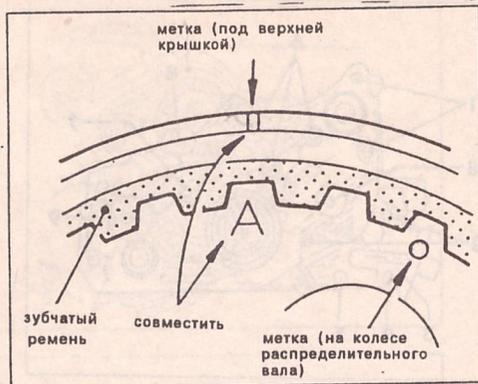

Рис. 99.
- Вставить отвертку в месте, показанном на рис. 99, и слегка отжать натяжитель ремня в показанном на рисунке направлении и опять отпустить. Таким образом автоматически с помощью пружины регулируется натяжение ремня в том случае если натяжитель где-либо заедает.
- Сначала затянуть верхнюю гайку (1) на рис. 99, а затем болт. Указанная последовательность важна, т. к. в противном случае можно повлиять на натяжение ремня.
- Снять обе крышки смотровых отверстий, вставив отвертку в паз, как показано на рис. 99.
- Вставить отвертку в месте, показанном на рис. 99, в крышку привода механизма газораспределения и слегка надавить натяжитель ремня в направлении, показанном на рисунке и опять отпустить. Таким образом автоматически с помощью пружины регулируется натяжение ремня
● Затянуть сначала болт (2), а затем гайку (1) (рис. 99). Указанная последовательность должна быть соблюдена, т. к. в противном случае может измениться натяжение ремня.
На рис. 99 показан натяжитель двигателя объемом 1,6 л. У двигателя "G6" регулировка натяжения находится снизу.